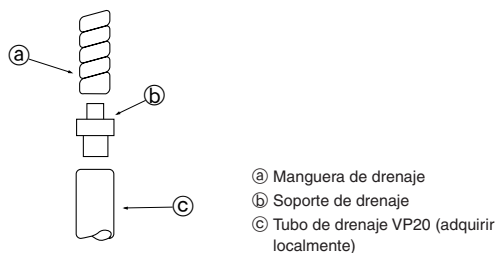

Fig. 5-1
5.1. Trabajo de tubo de drenaje (Fig. 5-1)